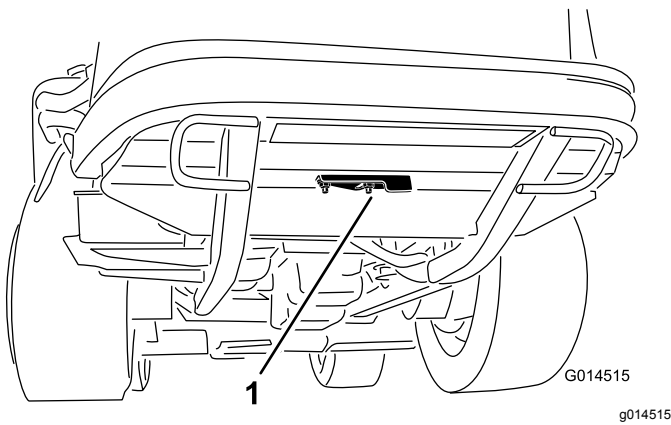

Bild 46
2. Lockern Sie die Bundmutter, mit der die Ablassabdeckung an der Unterseite des Hinterrahmens befestigt (Bild 46). Drehen Sie die Abdeckung zur Seite, um das Ablassloch im Rahmen freizulegen.